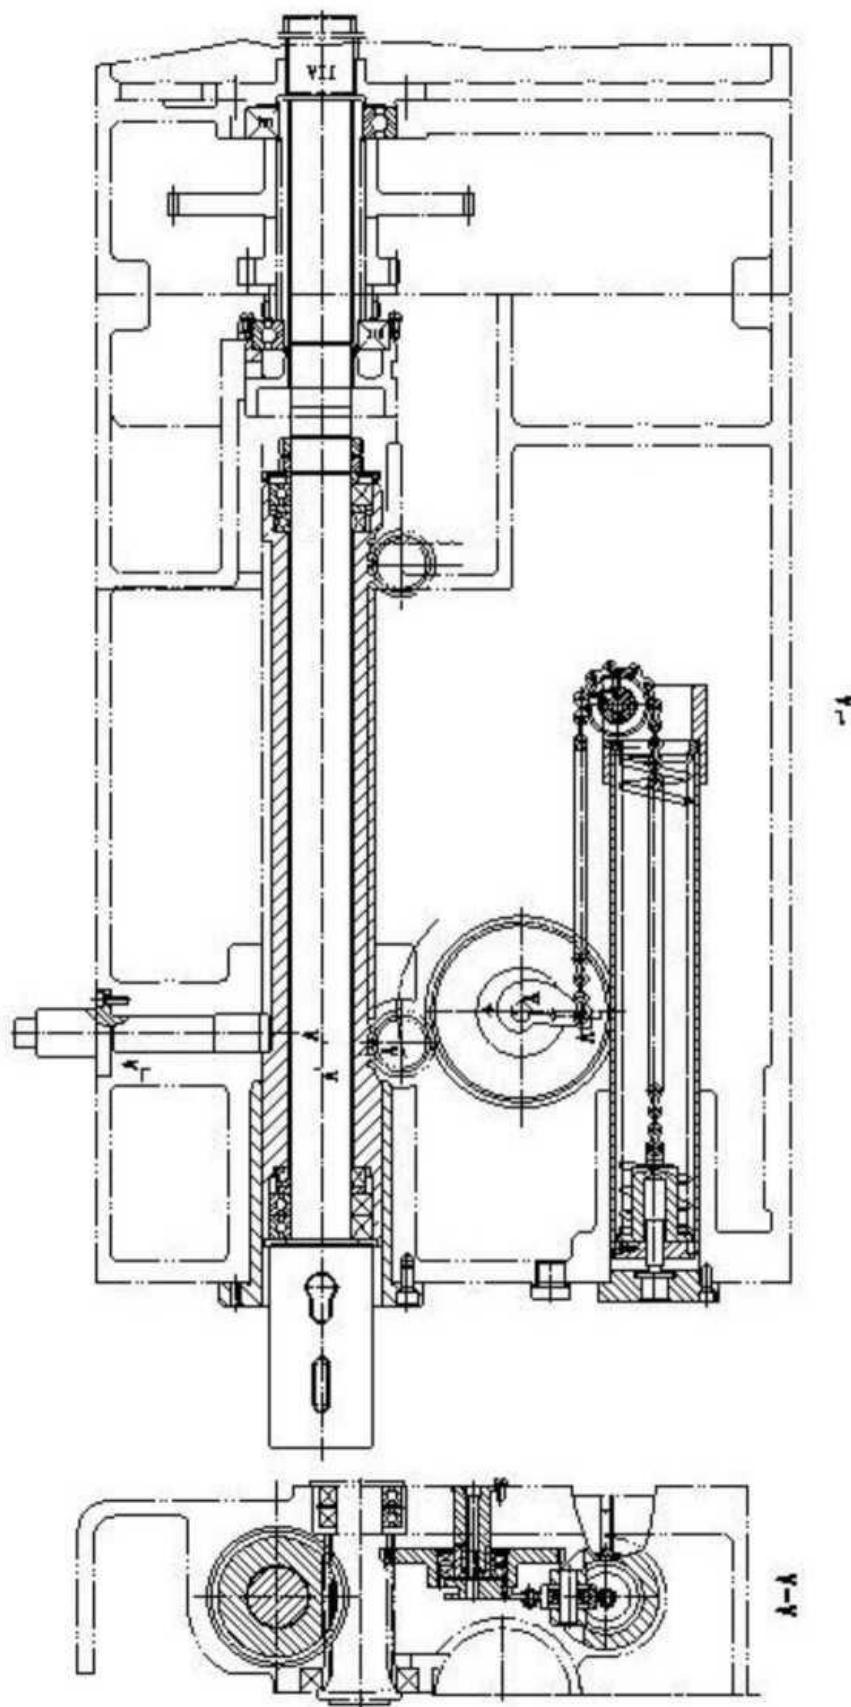

Рис. 10-8 Механизм уравновешивания
(4) Регулировка силы уравновешивания шпинделя (Рис. 10-8)